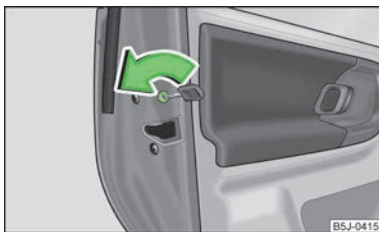

Fig. 10
- > Rotiți cu cheia de contact fanta din portierele din spate în sensul săgeții » fig. 10.